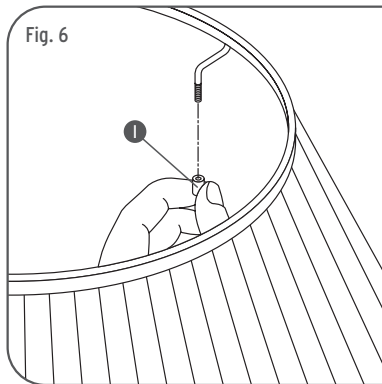
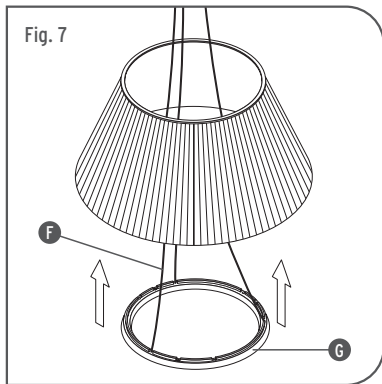

Fig. 6
Fig. 7
- <IT> Fig.6 Svitare i rullini di fissaggio (I). Fig.7 Inserire i cavi di sospensione (F) e l'anello di sostegno (G) all'interno della corona come mostrato in figura.
- <GB> Fig.6 Unscrew the attachment rolls (I). Fig.7 Insert the suspension cables (F) and the supporting ring (G) inside the crown as shown in the picture.
- <DE> Abb.6 Die kleinen Befestigungszylinder (I) aufschrauben. Abb.7 Hängekabel (F) und Trägerring (G) in den Kranz einführen, so wie in der Abbildung gezeigt.
- <FR> Fig.6 Dévisser les petits rouleaux de fixation (I). Fig.7 Insérer les câbles de suspension (F) et l'anneau de soutien (G) à l'intérieur de la couronne comme montré sur la figure.
- <ES> Fig.6 Desenrollar los carretes de fijado (I). Fig.7 Introducir los cables de suspensión (F) y el anillo de soporte (G) en el interno de la corona como indicado en la figura.
- <PT> Fig.6 Desaparafusar os rolos de fixação (I); Fig.7 Inserir os cabos de suspensão (F) e o anel de sustentação (G) dentro da coroa como mostrado na figura.
- <RUS> Рис.6 Отвинтить стопорные ролики (I). Рис.7 Вставить подвесные тросы (F) и опорное кольцо (G) вовнутрь короны, в соответствии с рисунком.